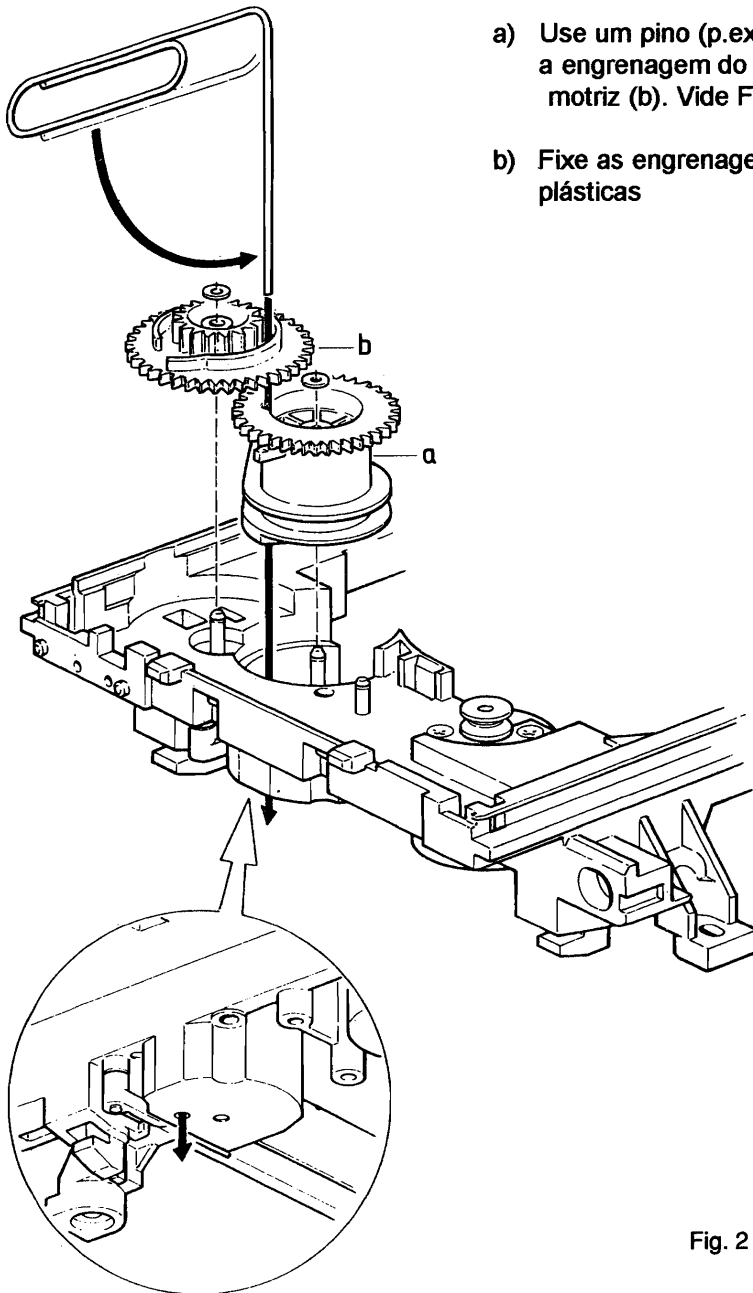

Fig. 2
- a) Use um pino (p.ex. um clip de papel) para alinhar a engrenagem do excêntrico (a) com a engrenagem motriz (b). Vide Fig. 2.